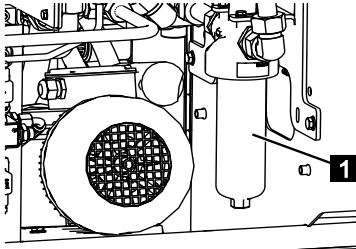

Fig. 244
2. Mettre un bac adapté à l'huile hydraulique sous le filtre (Fig.244/1).
3. Dévisser le pot filtrant (Fig.244/1).